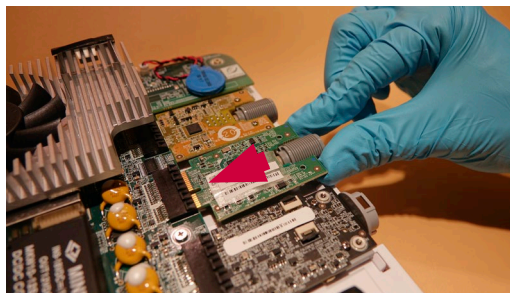

Figura 23: Inserción de una nueva placa VDI
- d) Inserte la nueva placa VDI en el conector de la placa principal (Figura 23)